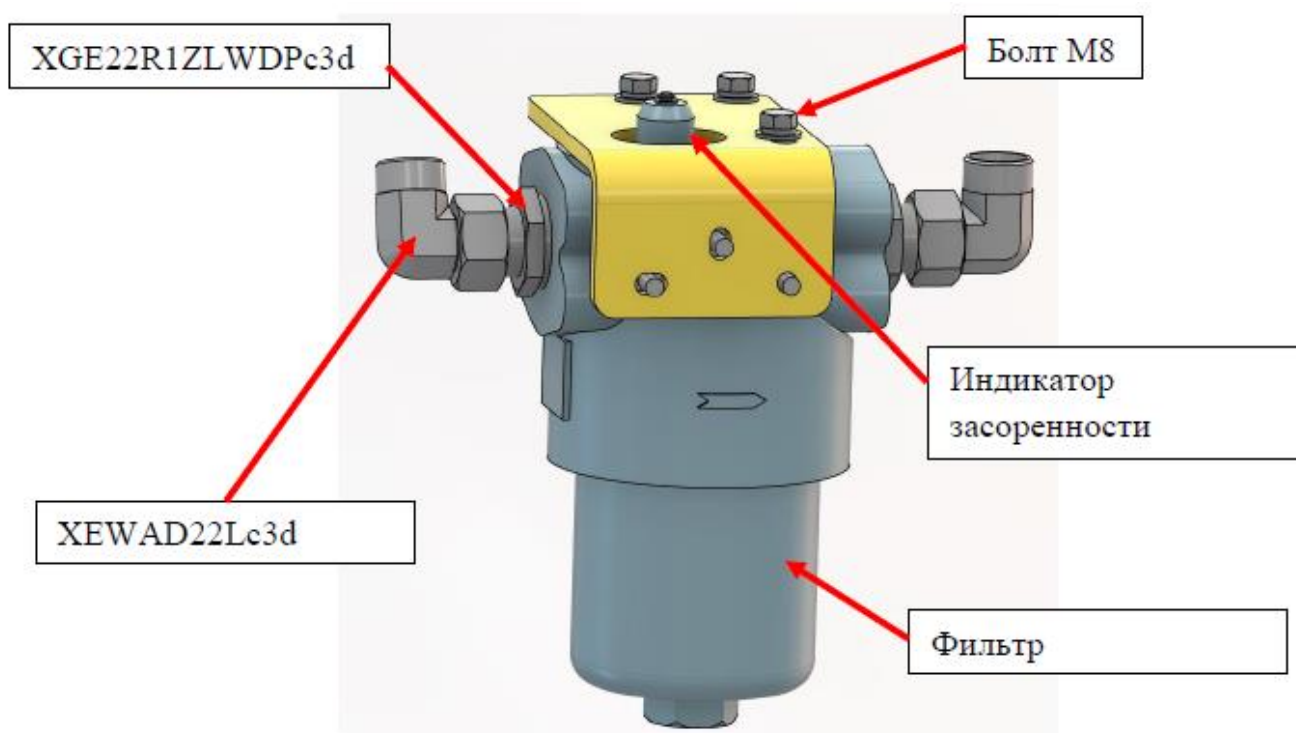

Рисунок 63
2. Подобрать напорный фильтр (см. рисунок 63).